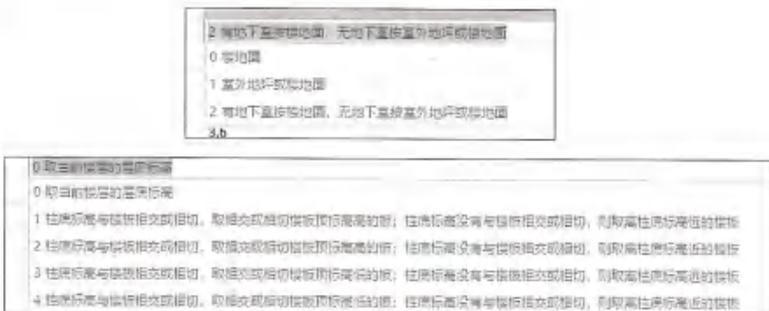

图 10-3 超高底面计算方法和取楼地面原则
(1) 底面的计算涉及两种情况，第一有地下室，第二无地下室。根据实际情况选择即可。一般规定：有地下室按照楼地面，无地下室按照室外地坪或楼地面执行。
(2) 取楼地面原则一般为：规定取当前楼层的层底标高，如图 10-3 所示。